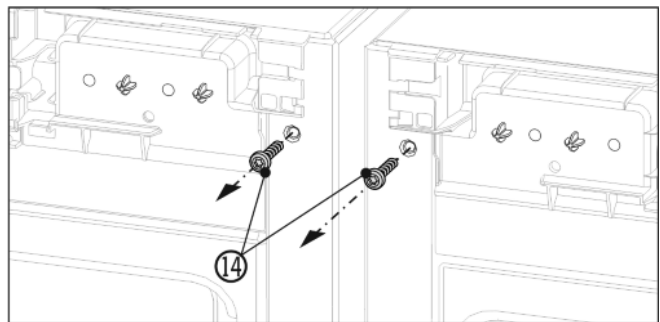

Fig. 6
- ▶ Vor der Montage des oberen Winkels, beide Erdungsschrauben Fig. 6 (14) herausdrehen.